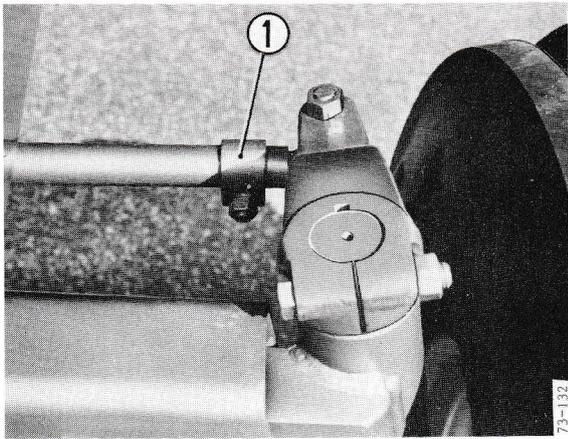

Figure 78
- 3 - Déposer les boulons des colliers 1 figure 78 des barres de direction.